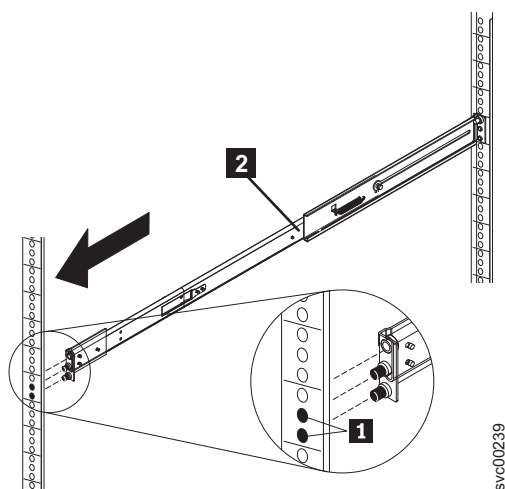

図 58. 右方スライド・レールの引き伸ばし
4. 図 58 に示すように、レール・ピン **1** が前面ラック・マウント・フランジを通して突き出るように、右側スライド・レール **2** を伸ばしてフランジに挿入します。同じ方法で左側レールを挿入します。